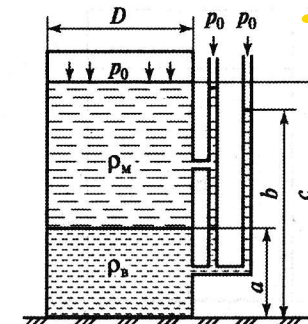

Рис. 2.12
**Задача 2.13.** Определить объем воды и минерального масла в закрытом сосуде по данным пьезометра и индикатора уровня, если  $D = 0,4 \text{ м}$ ;  $a = 0,5 \text{ м}$ ;  $b = 1,6 \text{ м}$ ;  $\rho_m = 840 \text{ кг/м}^3$ ;  $\rho_n = 1000 \text{ кг/м}^3$ ;  $g = 10 \text{ м/с}^2$  (рис. 2.12).